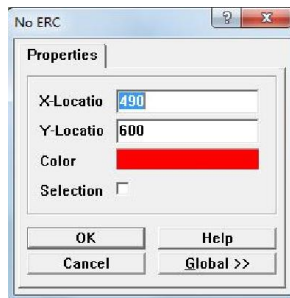

图 4.43 No ERC 属性对话框
(1) 启动放置 No ERC 标志的命令，有三种方法：
- ① 执行菜单命令 Place/Directives/No ERC。
- ② 依次按下 **P**、**I**、**N** 键。
- ③ 单击连线工具栏上的  图标。
(2) 启动命令后，光标变成“十”字状，并且它上面有一个红叉。将光标移到需要放置 No ERC 的节点上，单击鼠标左键即可放置一个 No ERC 标记。接下来可以继续放置下一个 No ERC 标记。若不需要继续放置，可单击鼠标右键退出放置 No ERC 状态。
(3) 双击放置的 No ERC 标志，弹出如图 4.43 所示的 No ERC 属性对话框，可进行相应的设置。